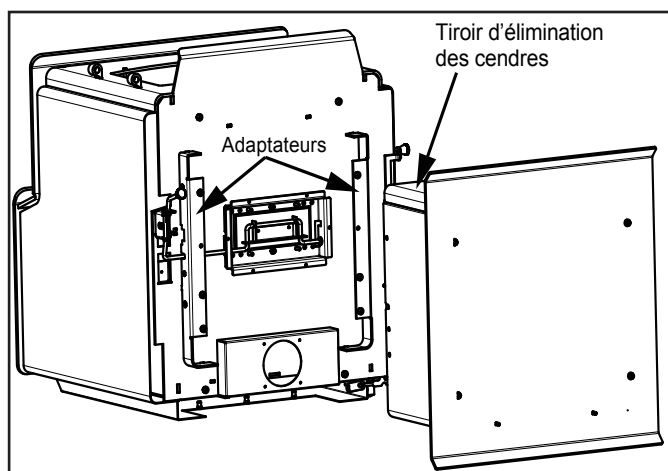

Figure 18.1
2. Glissez le piédestal par-dessus l'adaptateur à la base de l'appareil et fixez à l'aide de quatre boulons et un tournevis cruciforme (Figure 18.1 à la page 18).